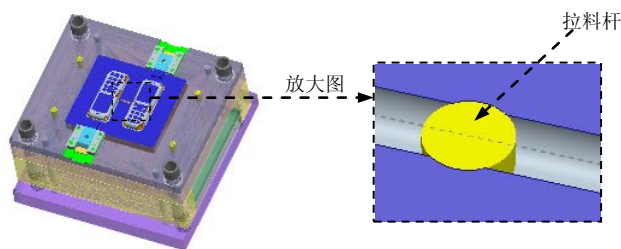

图 31.92 定义拉料杆
选项, 定义拉料杆直径为 5.0, 定义拉料杆长度为 160.0, 在对话框中选中 ☒ 按面组/参照模型修剪复选框; 单击 (1) 点下面区域的 **选取项目** 选项使其激活, 系统弹出“选择”对话框, 选取 Step1 创建的点; 单击 **确定** 按钮, 结果如图 31.92 所示, 然后将拉伸的曲面隐藏。